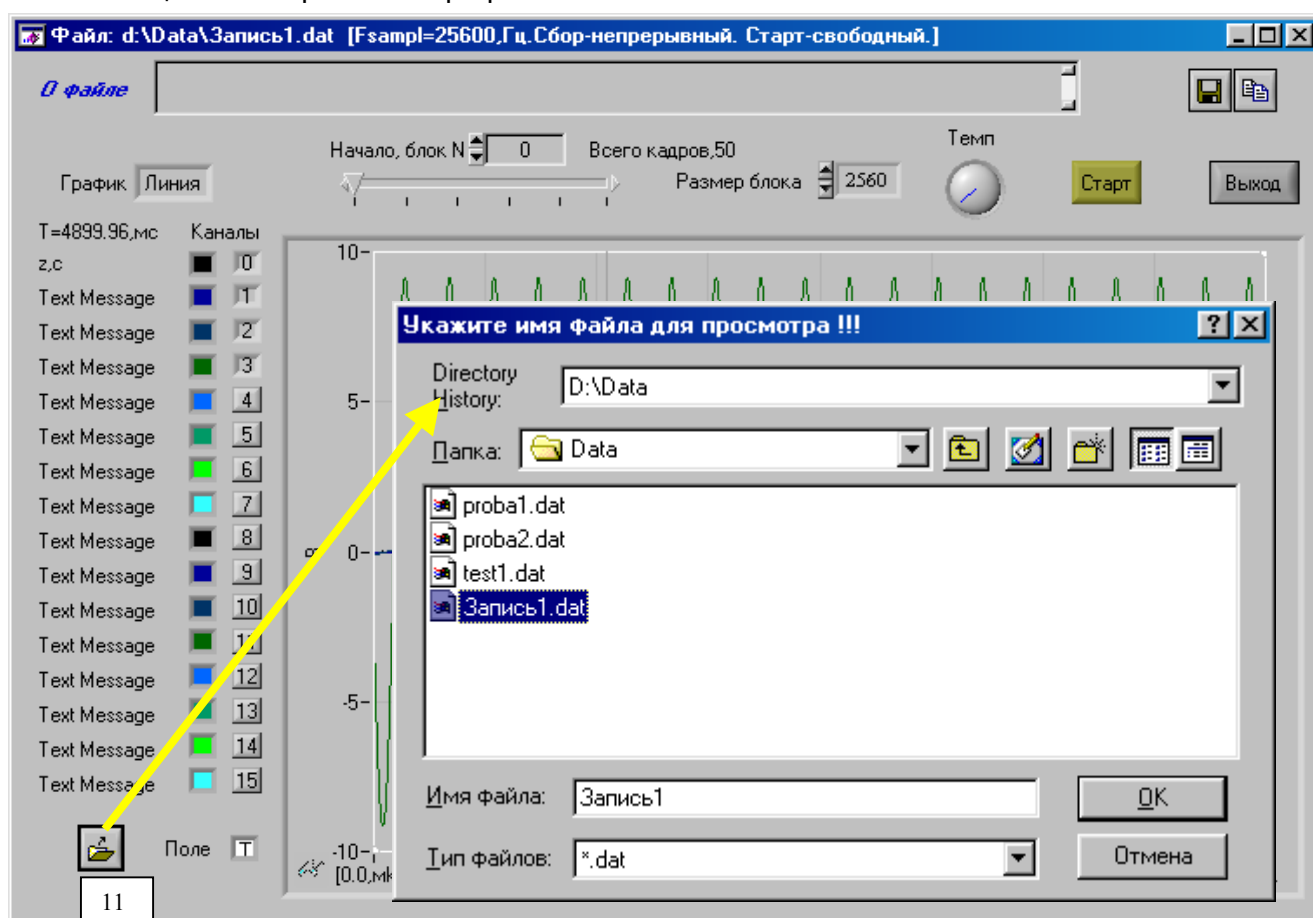

Рис.2.3. Выбор файла для просмотра.
Управляющий элемент (11) дает возможность выбрать файл для просмотра, при его активации появится изображение панели, где необходимо указать директорию расположения файла и его имя – рис.2.3.